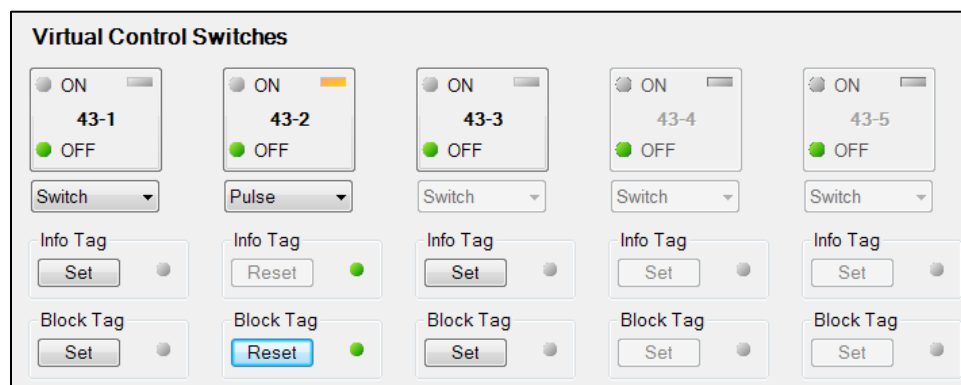

Figura 25-1. Pantalla de control Interruptores virtuales
1. Utilice el Explorador de mediciones para abrir la rama del árbol Control/Interruptores virtuales (Figura 25-1).
2. Si el Modo de interruptor/pulso está seleccionado en la pantalla de ajustes Interruptores virtuales de control (43), en BESTCOMSPlus, utilice la casilla desplegable para seleccionar Interruptor o Pulso.
El etiquetado de los interruptores virtuales de control se puede realizar a través del panel frontal y mediante *BESTCOMSPPlus*. Utilice el Explorador de mediciones en *BESTCOMSPPlus* para abrir la rama del árbol Control/Interruptores virtuales. Haga clic en el botón Establecer para la etiqueta de información o la etiqueta de bloqueo. Si el etiquetado se realiza con éxito, el indicador a la derecha del botón Establecer se encenderá en color verde. Un interruptor etiquetado queda señalado por un indicador ámbar en la esquina superior derecha del botón del elemento. Haga clic en el botón Restablecer para eliminar una etiqueta. Consulte la Figura 25-1.